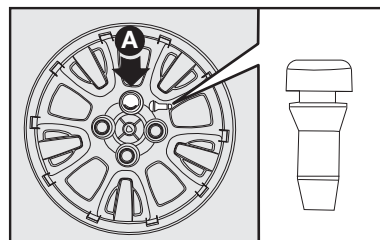

fig. 7
9) Colocar a calota cuidando para que o símbolo ◻, na parte interna, fique em correspondência com a válvula, e dessa maneira o furo maior da calota **A-fig. 7** passe pelo parafuso já fixado;